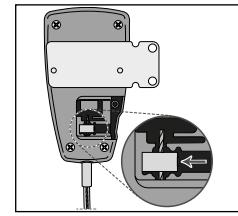

Fig. 9
11. Schuif het kabel eindblokje terug over de binnenkabel en plaats het blokje terug in de daarvoor bestemde uitsparing in de satelliet (**zie fig. 9**).